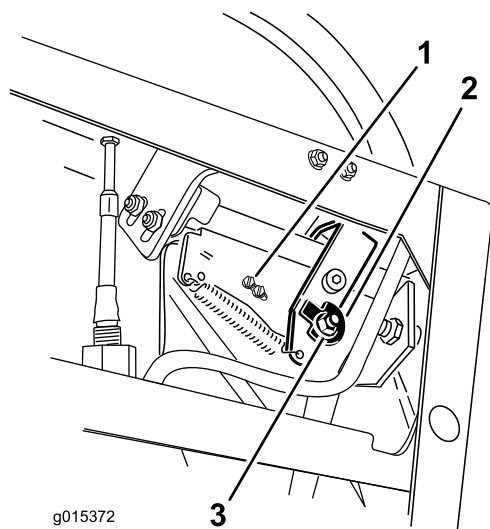
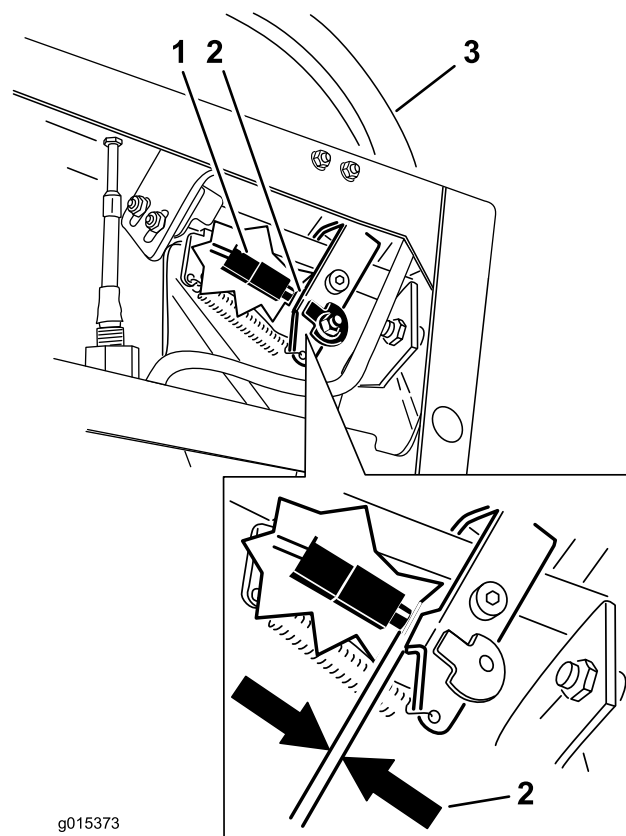

Figura 68
Figura 69
7. Solte a porca e o parafuso que fixam o excêntrico (Figura 68).
10. Verifique a folga entre a alavanca do controlo e o interruptor como apresentado em Figura 69. A folga tem de ser de 3 mm com a alavanca direita de controlo de movimento na posição de desbloqueada em ponto morto.
11. Se necessário, desaperte os parafusos que fixam o interruptor e ajuste o interruptor (Figura 68 e Figura 69).